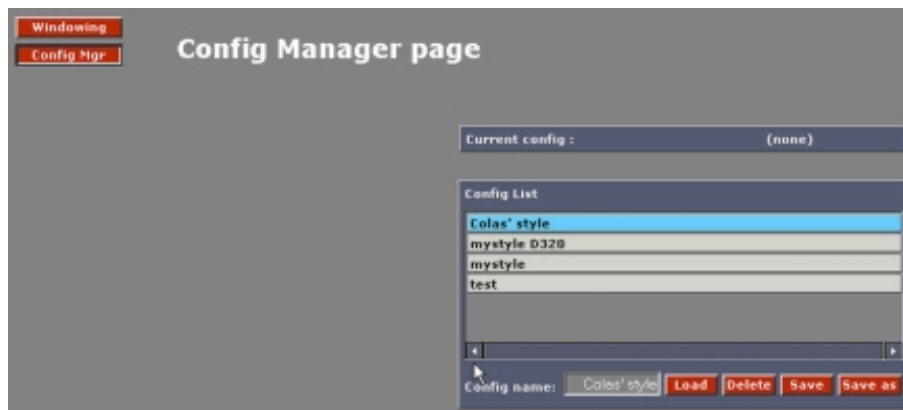

Imagen 6-62
2. Haga clic en **Load**. (imagen 6-62)